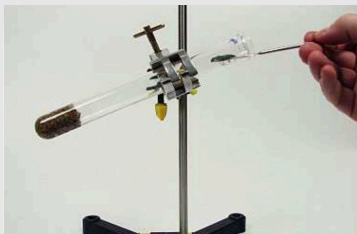

Abbildung 6
4. Drehe die Universalklemme, bis das Reagenzglas schräg eingespannt ist (Abb. 8). Gib vor den feuchten Sand eine 5 cm lange Schicht trockenen Zinkpulvers (Abb. 6).